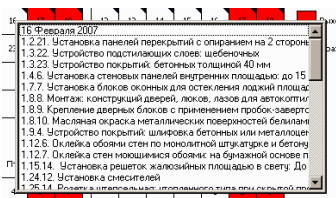

Рис. 3.29. Список выполняемых работ.
Дни, попадающие в промежуток между датой начала и окончания проекта, отмечаются темным треугольником (рис. 3.29).
2. В открывшемся окне отобразится дата, список групп и работ данного дня (рис. 3.29).